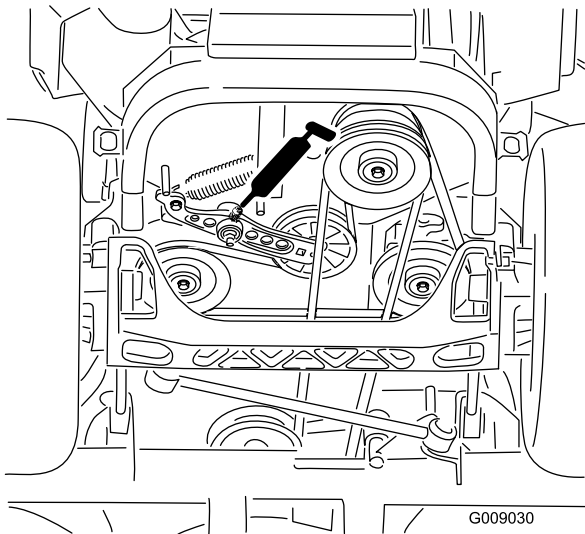

Figure 48
6. Graissez le bras de tension de la courroie d'entraînement (Figure 48).